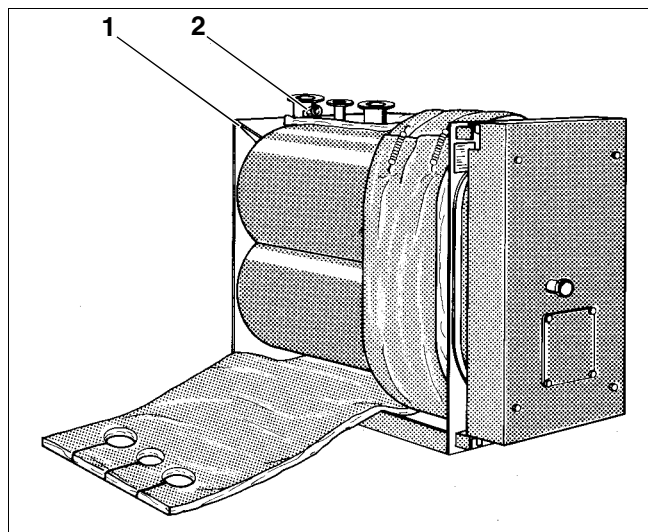

Fig. 8 Montaj izolație termică
- Așezați 2 elemente de izolație termică în jurul unității cazanului și fixați-le sus lateral cu 5 pene de prindere (Fig. 8).
Țineți cont de (Fig. 8, **Poz. 2**) de teaca de imersie MVK!
- Decupați izolația termică (Fig. 8, **Poz. 1**) sus și jos în dreptul îmbinărilor pereților cazanului.